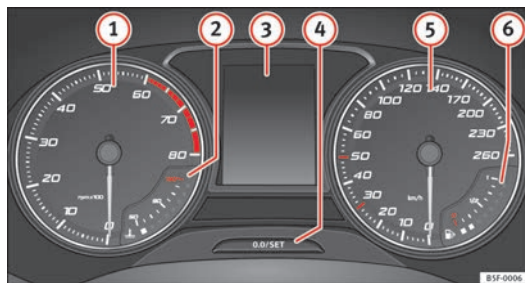

Fig. 38 Cuadro de instrumentos en el tablero de instrumentos.
Explicaciones sobre los instrumentos ⇒ fig. 38:
Al conectar el encendido, en la pantalla del cuadro de instrumentos $\Rightarrow$ fig. 38 **(3)** puede visualizarse información diversa, en función del equipamiento del vehículo:
- Pulse brevemente el botón ⇒ **fig. 38**  para restablecer el cuentakilómetros parcial a 0.
- Para ajustar la hora, mantenga pulsado el botón ⇒ **fig. 38**  durante más de 3 segundos para seleccionar el indicador de horas o bien de minutos.
Mantenga pulsado el botón ⇒ fig. 38 ④ durante más de 15 segundos para visualizar las letras distintivas del motor (MKB) del vehículo. Para ello, el encendido debe estar conectado y el motor apagado.
La indicación de los intervalos de servicio aparece en la pantalla del cuadro de instrumentos → fig. 38 ④.